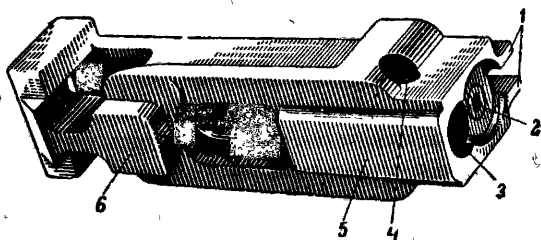

Рис. 38. Остов затвора ДПМ:
**Остов затвора ДПМ** (рис. 38) отличается от остова ДП (см. рис. 16) наличием паза под отражатель по всей длине гребня и изменением гнезда под выбрасыватель и пружины выбрасывателя.